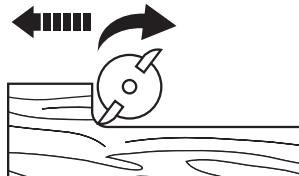

Fig. 19
- > A fresagem deverá ser SEMPRE realizada em sentido contrário ao da rotação da ferramenta de fresadora. Caso contrário, a ferramenta de fresagem poderá soltar-se na pinça (Fig. 19, 20).